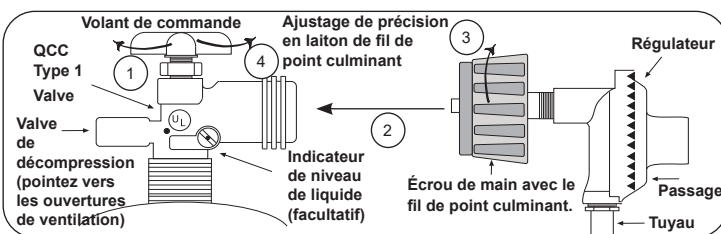

Fig. 6-1 Type coupleur de fil de point culminant d'I
- Le régulateur de pression et l'ensemble de tuyau utilisé doivent assortir les spécifications pour le type I par ANSI Z 21.58/CGA 1.6 (voir la fig. 6-1).
Pour débrancher: Tournez l'écrou de main dans le sens contraire des aiguilles d'une montre jusqu'à isolé (fig. 6-1).